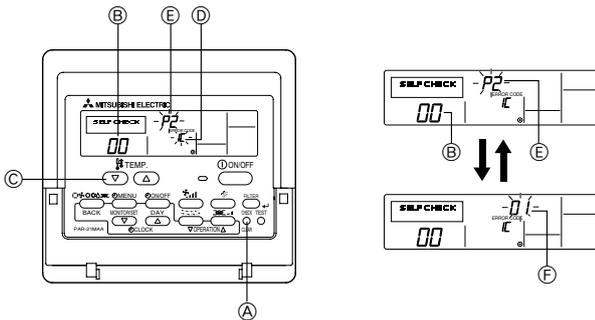

Fig. 9-3
9.3.1. Ενσύρματο τηλεχειριστήριο (Fig. 9-3)